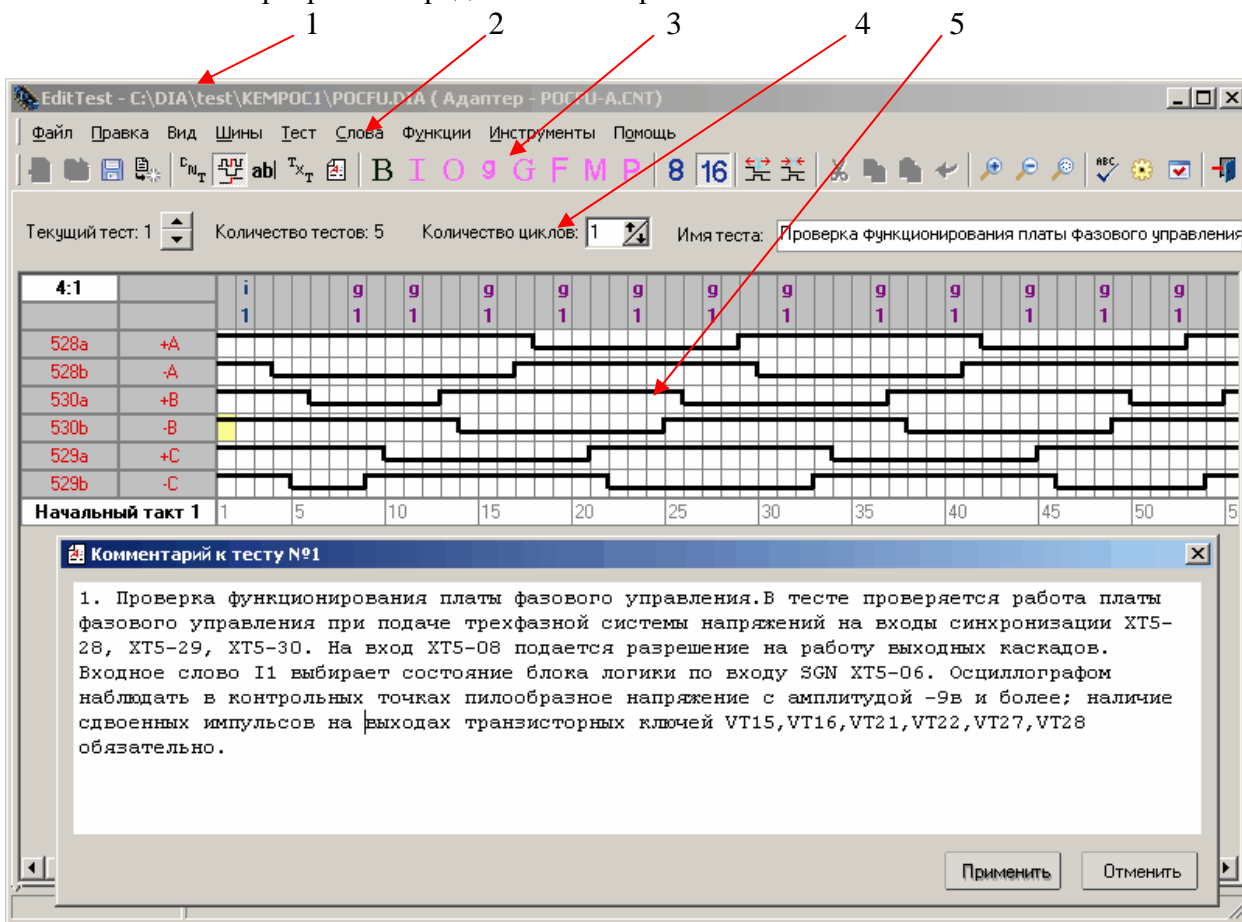

Рис. 1
Главное окно программы представлено на рис.1.
- **текущий комментарий**  – выводит окно задания комментариев к текущему тесту. Режим удобен для написания комментариев в процессе создания теста (см. рис. 1);